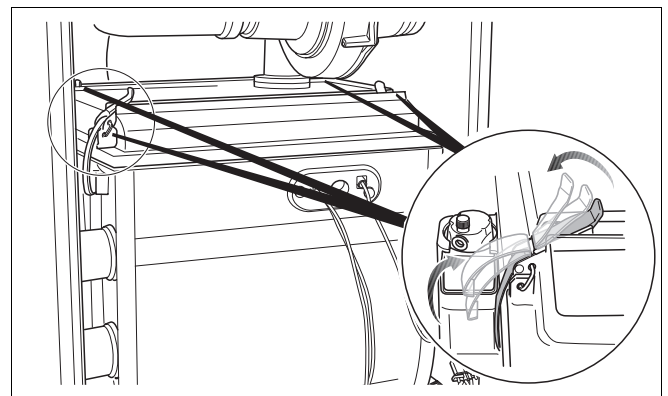

Рис. 114 Открывание защелок
- Открыть 4 защелки на крышке горелки (рис. 114). Защелки могут быть туго натянуты